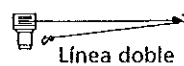

Figura 2
1. El cabrestante X3 está clasificado a una capacidad (de línea sencilla) de 1818 kg. (4000 lb). **NO LO SOBRECARGUE. NO INTENTE TIRAR DE CARGAS PESADAS POR TIEMPO PROLONGADO. NO MANTENGA LA CORRIENTE AL CABRESTANTE SI EL MOTOR ENTRA EN PÉRDIDA.** Las sobrecargas pueden dañar el cabrestante y/o el cable de alambre y crear condiciones inseguras de operación. **PARA CARGAS PESADAS, USE UN CONJUNTO DE BLOQUE DE POLEAS Y GANCHO (Nº DE PIEZA 1503) PARA DUPLICAR LA LÍNEA DE CABLE DE ALAMBRE (Figura 2).** Esto reduce la carga sobre el cabrestante y el esfuerzo del cable de alambre en un 50% aproximadamente.